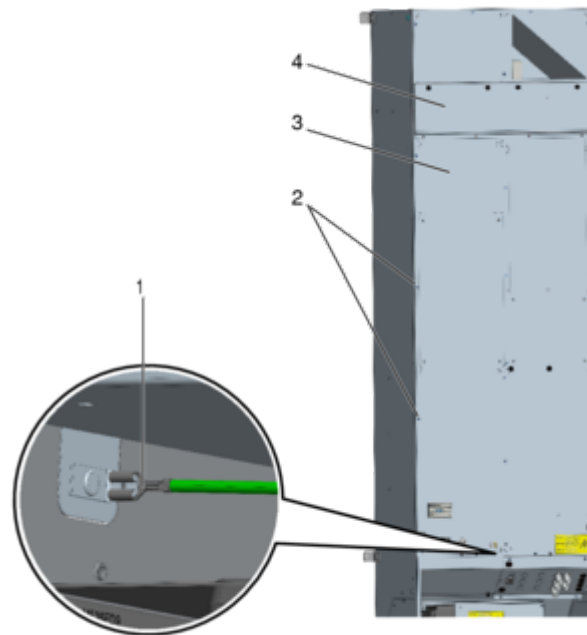

Abb. 40: Gerätedeckel montieren
1. ▶ Schutzleiter (*Abb. 40/1*) am Gerätedeckel anbringen und am Lüftungsgerät (*Abb. 40/3*) aufsetzen. Den Gerätedeckel mit den Kreuzschlitzschrauben (*Abb. 40/2*) verschrauben.
2. ▶ Gerätedeckel (*Abb. 40/3*) montieren und Revisionsdeckel (*Abb. 40/4*) einbauen *Abb. 40*.